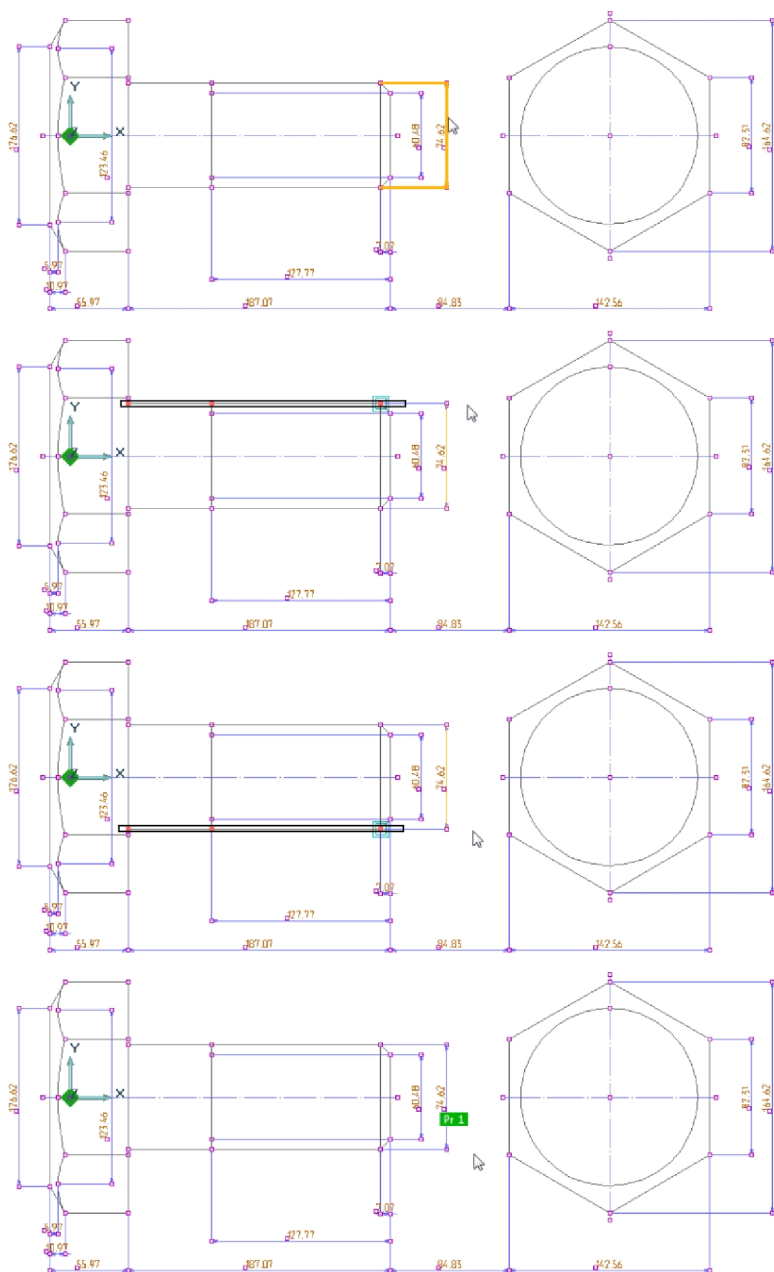

Рис. 8. Создание ПРМ 1
- При создании каталожной модели важно помнить, что при работе с ней, выбор нужного варианта будет осуществляться по таблице, и желательно, чтобы в первых столбцах таблицы содержалась наиболее важная и полезная информация. В нашем случае этими параметрами будут: диаметр резьбы, длина болта, длина нарезанной части. Следовательно, первый параметр, должен быть диаметром резьбы. Выберите меню **Параметризация**, пункт **Создание/изменение плоской ПРМ**. Выберите размер, отвечающий за диаметр резьбы болта, система выделит первый конец размерной линии, выделите точки, как показано на рисунке 8, нажмите Enter, система выделит второй конец размерной линии, выделите все точки, как показано на Рис. 8, на вопрос **Это размер?** ответьте Y. Создание параметрического размера завершено, у размера появился значок pr1. В данном случае, при изменении размера, верхний и нижний конец будет равномерно перемещаться относительно центра размерной линии, следовательно, ось вращения болта сохранит свое положение. Проверить действие можно, выбрав пункт **Изменение размеров ПРМ**, в меню **Параметризация**.